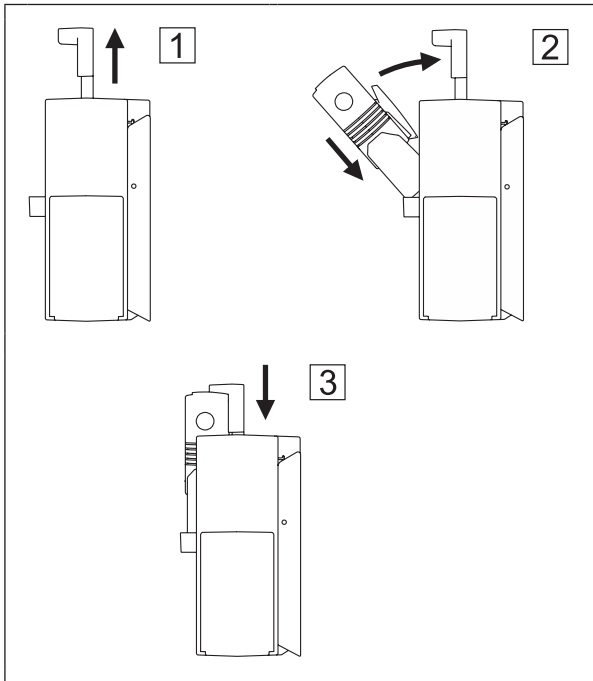

Abb. 14: Gerät in Prüfeinrichtung setzen
1. Ziehen Sie die Arretierung bis zum Anschlag nach oben (Abb. 14 [1]).
2. Setzen Sie das Gerät mit der vorderen Unterkante in die Gerätehalterung. Kippen Sie das Gerät nach hinten (Abb. 14 [2]).
3. Schieben Sie die Arretierung vollständig nach unten (Abb. 14 [3]).